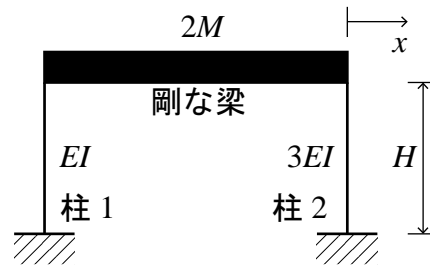
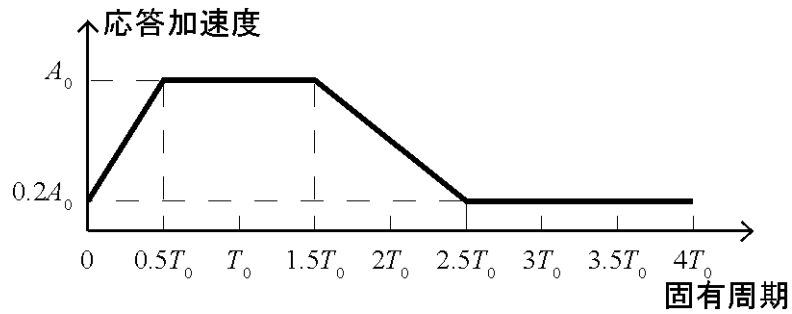
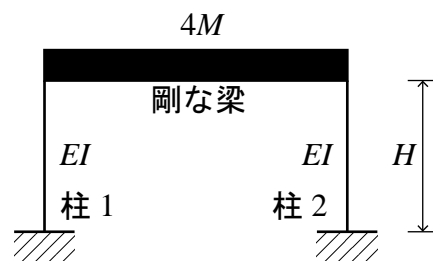
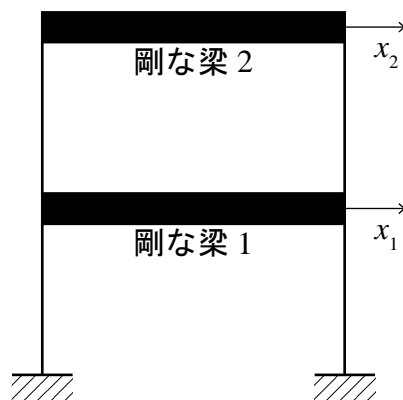

図 2-1
図 2-2
図 2-3
図 2-4
図 2-1 のような梁が剛な 1 層 1 スパンの骨組を考える。梁の質量は $2M$ 、柱の長さは H 、柱 1、柱 2 の曲げ剛性はそれぞれ EI 、 $3EI$ である。梁は水平方向のみに運動し、柱には曲げ変形のみが生じるものとする。柱の質量は無視し、振動時に減衰は生じないものとする。柱 1 の水平剛性を K_1 、柱 2 の水平剛性を K_2 、骨組の固有周期を T_0 とする。このとき、次の(1)～(4)に答えよ。ただし、P- Δ 効果（幾何学的非線形性）は無視する。
- (1) 梁に静的に水平力を加えたところ、水平に d だけ変位した。このとき、柱 1、柱 2 に生じているせん断力をそれぞれ Q_1 、 Q_2 とすると、柱 1、柱 2 の水平剛性 K_1 、 K_2 は、それぞれ $K_1 = \frac{Q_1}{d}$ 、 $K_2 = \frac{Q_2}{d}$ で表される。 K_1 および K_2 を、 H と EI を用いて表せ。
- (2) 図 2-1 の骨組が自由振動している状態を考える。次の(2-1)、(2-2)に答えよ。なお、以下の式を参考に用いてよい。
- (2-1) 図 2-1 の骨組の固有周期 T_0 を M 、 K_1 、 K_2 を用いて表せ。
- (3) 図 2-2 はある地震動の非減衰系に対する加速度応答スペクトルである。この地震動によって図 2-1 の骨組に作用する最大層せん断力は、質量と応答加速度の積より、 $2MA_0$ と求められる。いま、図 2-1 の骨組の梁の質量を $2M$ から $4M$ に変更し、柱 2 の曲げ剛性を $3EI$ から EI に変更した図 2-3 のような骨組を考える。この地震動によって図 2-3 の骨組に作用する最大層せん断力 Q_{\max} を M と A_0 を用いて表せ。
- (4) 図 2-1 の骨組の上に 1 層骨組を追加した、図 2-4 のような 2 層 1 スパンの骨組を考える。